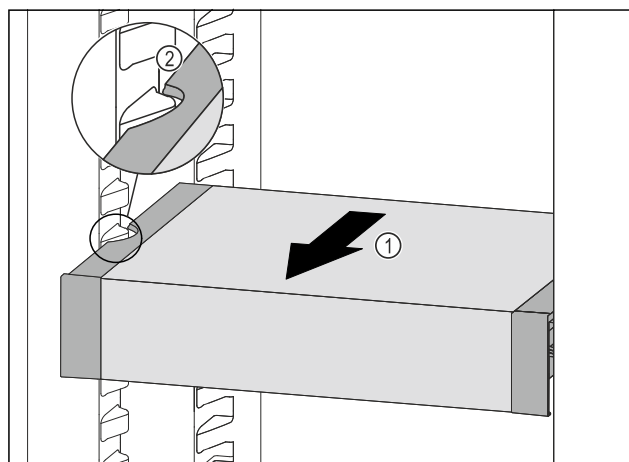

Fig. 123
- VarioSafe naar voren trekken Fig. 123 (1), tot de uitsparingen aan de zijkant van de VarioSafe zich ter hoogte van de rib in het koelgedeelte bevinden. Fig. 123 (2)